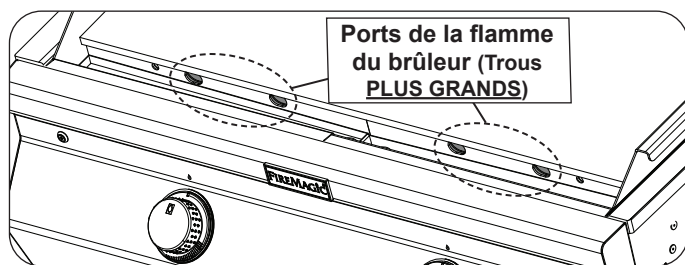

Fig. 36-2 Ports de la flamme du brûleur
**Important:** Inspectez les flammes du brûleur en regardant à travers les découpes d'observation de la flamme du brûleur situées au-dessus du bac collecteur d'égouttement. Ajustez la position de vision si nécessaire pour assurer la présence de flammes. (Fig. 36-2).